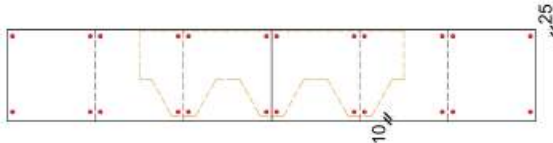

Рис. 13 Схема крепления коньково-карнизной черепицы на карнизе.
- 8.2.10 Нижняя кромка гонтов первого ряда должна отступать на 10 мм от нижней кромки карнизной полосы (рис. 13).